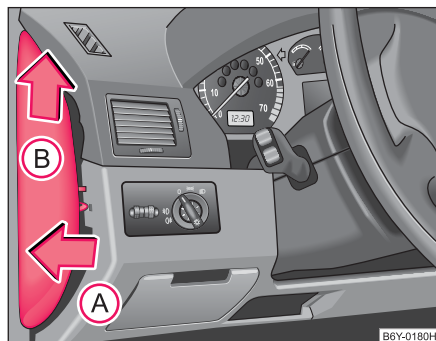

Fig. 151 Côté gauche du tableau de bord: Cache des fusibles
- Mettez un tournevis sous le cache des fusibles (dans la découpe sur le cache des fusibles), débloquez-le prudemment dans le sens de la flèche (A) et sortez-le dans le sens contraire de la flèche (B) ⇒ fig. 151.
- Poussez d'abord le cache des fusibles dans le tableau de bord dans le sens de la flèche (B) puis poussez le cache des fusibles dans le sens contraire de la flèche (A) de sorte que les ergots de guidage viennent prendre dans les ouvertures du tableau de bord.